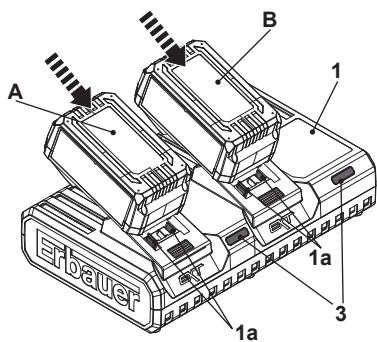
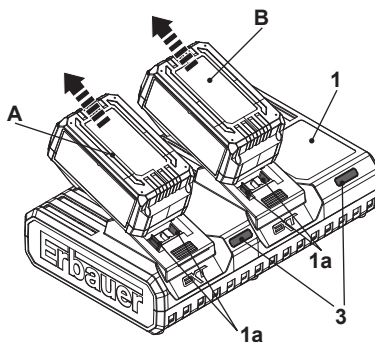

Fig. 2
Fig. 3
1. Aligner la ou les batteries (A et/ou B) sur les glissières (1a) du chargeur (1) et les faire glisser jusqu'en butée. S'assurer que les contacts électriques du chargeur (1) sont complètement insérés dans la ou les batteries (A et/ou B) (Fig. 2).
3. L'indicateur de niveau de charge (3) clignote en vert et la ventilation du chargeur (1) fonctionne en continu en émettant un bruit.
4. L'indicateur de niveau de charge (3) reste vert une fois la charge terminée (cela prend normalement 1 heure, voir la section « Indicateur de niveau de charge » ci-dessous pour connaître les niveaux de charge). Débrancher le chargeur (1) de l'alimentation.
5. Retirer la ou les batteries (A et/ou B) du chargeur (1) (Fig. 3).